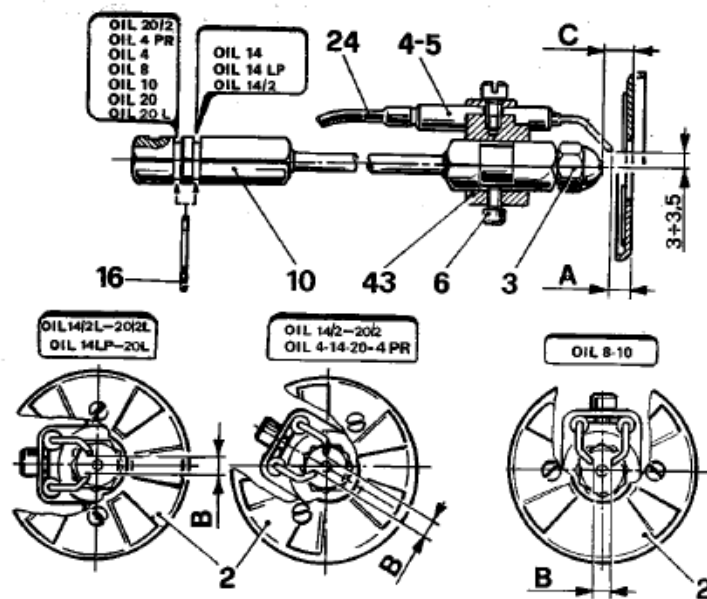

FIG. 14
- ugello (3) difettoso e sporco;
- elettrodi di accensione (4 - 5) incrostati o danneggiati (vedere le posizioni in fig. 14);
- fotoresistenza (19) annerita;
- difettosa tenuta dell'elettrovalvola (29);
- nozzle (3) is defective or dirty;
- ignition electrodes (4 - 5) are fouled or damaged (see positions in fig. 14);
- photoresistor (19) is blacked;
- solenoid valve (29) is defective;
- schadhafte oder verschmutzte Düse (3);
- verschmutzte bzw. defekte Zündelektrode (4 - 5) siehe Positionen in Abb. 14.
- verschmutzter Fotowiderstand (19);
- defektes Magnetventil (29);
Effettuare la pulizia possibilmente senza variare la loro posizione rispetto al disco deflettore; nel caso ciò accadesse rispettare in fase di montaggio le dimensioni indicate in fig. 14.
Clean the electrodes taking care not to change the electrode position relative to the baffle disk; in case this should occur, on reassembling the unit make sure that the dimensions shown in fig. 14 are met.
Effectuer leur nettoyage, si possible, sans changer leur position par rapport au disque deflecteur; au cas où cela se vérifierait lors de la phase de montage respecter les dimensions indiquées a la fig. 14.
Efectuar la limpieza posiblemente sin variar sus posiciones respecto al disco deflector; en el caso que esto suceda, respetar en fase de montaje las dimensiones indicadas en fig. 14.
De ontstekings elektroden liefst kuisen zonder hun positie ten opzichte van de vlamring te veranderen. Zou de positie toch veranderen, dan terug monteren volgens de gegevens van fig. 14.